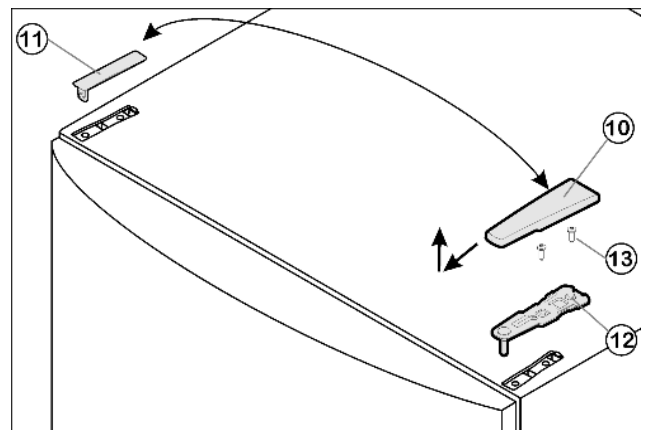

Fig. 4
- Tirer le cache Fig. 4 (10) vers l'avant et l'enlever par le haut.
- Retirer le cache Fig. 4 (11).
- Dévisser la charnière supérieure Fig. 4 (12) (2 x vis Torx 25) Fig. 4 (13) et l'enlever par le haut.
- ▶ Placer le support d'appui supérieur Fig. 4 (12) sur le nouveau côté charnière dans la porte.
- ▶ Visser le support d'appui supérieur Fig. 4 (12)(2 x vis Torx 25) Fig. 4 (13). Pointer les trous de vissage ou avoir recours à une visseuse sans fil.
- ▶ Faire encliqueter le cache Fig. 4 (10) et le cache Fig. 4 (11) du côté opposé.